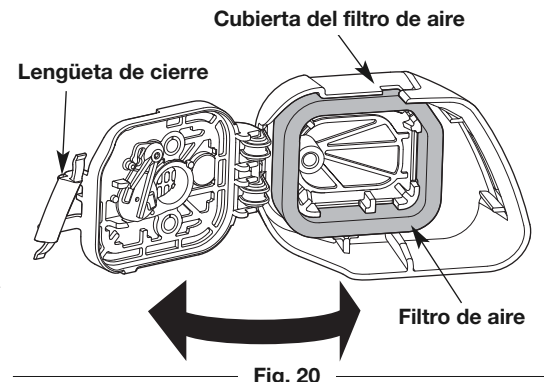

Fig. 20
1. Abra la tapa del filtro de aire haciendo presión sobre la lengüeta de cierre hacia adentro y tirando de la tapa del filtro de aire (Fig. 20).
2. Quite el filtro de aire (Fig. 20).
6. Vuelva a colocar el filtro de aire en la tapa del filtro de aire (Fig. 20).
7. Cierre la tapa del filtro de aire haciéndola girar hacia la izquierda y luego haciendo presión sobre la lengüeta de cierre hacia abajo hasta que caiga en su lugar (Fig. 20).